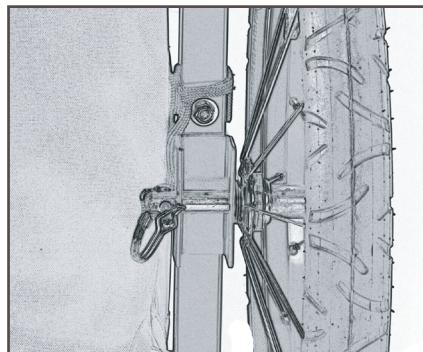

図11
5. (ホイールブラケット近くのバイクフレームにつながれている) クイックリリースピンをスタブ車軸の穴を通過するようスライドさせ、ピンのシャフトの上の末端を輪状にします(図11)。もう一方のホイールについて以上の手順を繰り返します。